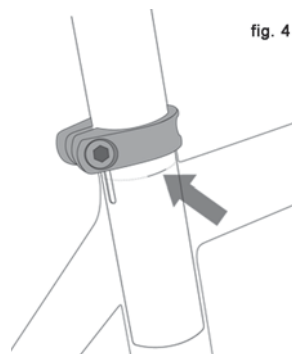
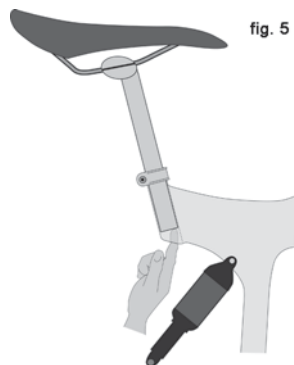

fig. 4
fig. 5
- ziehen Sie den Spanner der Sattelstütze wieder bis zum empfohlenen Anzugsdrehmoment an (Anhang D oder die Anleitung des Herstellers). Sobald der Sattel in der richtigen Höhe ist, vergewissern Sie sich, dass die Sattelstütze nicht über ihre Markierung „minimaler Einschub“ oder „maximale Ausdehnung“ aus dem Rahmen herausragt [Abb. 4].
Wenn Ihr Fahrrad ein Stab Supreme oder Stab Deluxe ist, hat es ein unterbrochenes Sattelrohr. Sie müssen auch sicherstellen, dass die Sattelstütze so weit im Rahmen steckt, dass Sie sie vom unteren Ende des unterbrochenen Sattelrohres mit Ihrer Fingerspitze berühren können, ohne Ihren Finger weiter als bis zum ersten Fingerknöchel hineinzustecken [siehe Abb. 5].
**! ACHTUNG:** Wenn Ihre Sattelstütze über die Markierung „minimaler Einschub“ oder „maximale Ausdehnung“ [siehe Abb. 4] aus dem Rahmen herausragt, oder Sie das untere Ende der Sattelstütze vom unteren Ende des unterbrochenen Sattelrohres mit Ihrer Fingerspitze nicht berühren können, ohne Ihren Finger weiter als bis zum ersten Fingerknöchel hineinzustecken [siehe Abb. 5], kann die Sattelstütze brechen, was dazu führen kann, dass Sie die Kontrolle verlieren und stürzen.